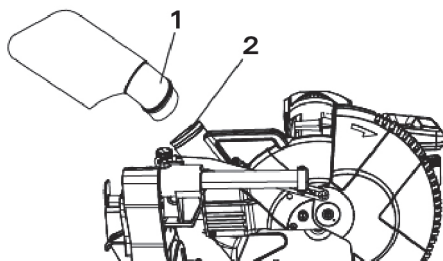

рис. 4
Установить пылесборник (1) на выпускной патрубок (2) пилы (рис. 4). Закрепить их в этом положении.